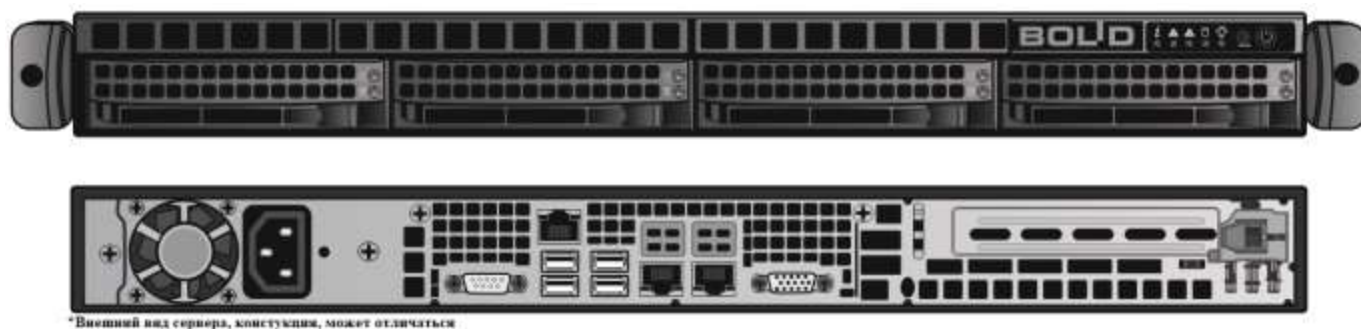

Рисунок 1. Конструкция системного блока*.
2.3 Конструкция системного блока представлена на рис.1: